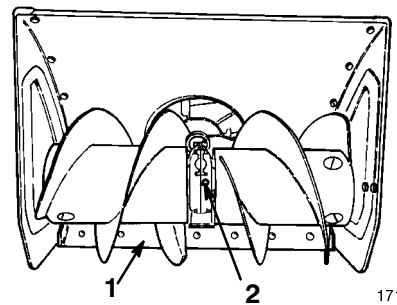

Figure 16
2. Placez la déneigeuse sur une surface plane et horizontale et vérifiez si la lame racluse (Fig. 16) est bien parallèle au sol. Si ce n'est pas le cas, ajustez la position de la lame racluse (voir *Réglage des patins et de la lame racluse*, page 27).
3. Retirez l'obturateur de tuyau de la boîte d'engrenages (Fig. 16).